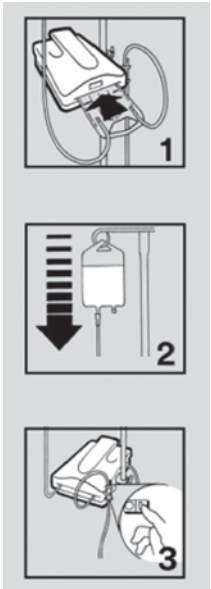

图 4
- 将加温盒滑入加热器插槽内。盒子只能单向插入设备中 (参见图 4, #1)。
- 冲灌加温套件。有关对套件进行冲灌的更多信息，请参阅加温套件随附的说明 (参见图 4, #2)。
- 将电源线插入合适的插座。打开加热器 (参见图 4, #3)。字母数字显示屏将在几秒钟内亮起。加温至设定值温度 41°C 只需不到两分钟。